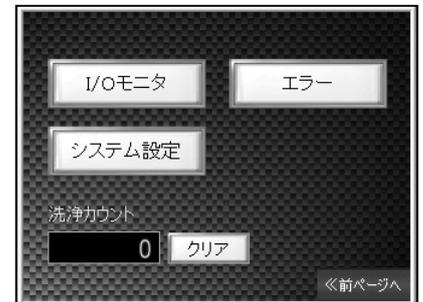
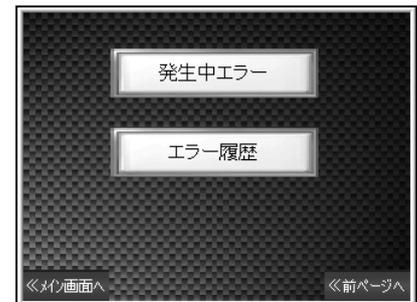

図 7-29
図 7-32
7. 5 メニュー(図 7-29)
- ・ メニュー画面(図 7-29)の **I/O モニタ** スイッチを押すと、I/O モニタ画面に切り替ります。
メニュー画面(図 7-29)の **システム設定** スイッチを押すと、システム設定画面に切り替ります。(図 7-30)
- ・ メニュー画面(図 7-29)の **エラー** スイッチを押すと、エラーメニュー画面に切り替ります。(図 7-32)
7. 5.4 洗浄回数表示(図 7-29)